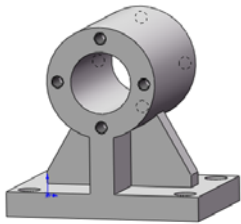
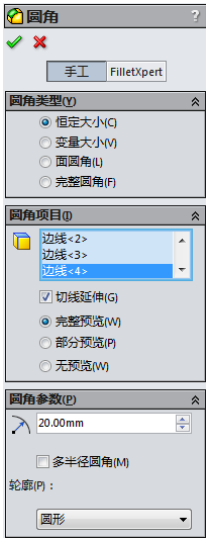
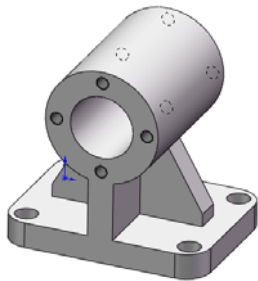

图 4-90 隐藏临时轴的图形
图 4-91 “圆角”属性管理器
图 4-92 圆角的图形
**34** 隐藏临时轴。在菜单栏中选择“视图”→“临时轴”命令，隐藏视图中的临时轴。结果如图 4-90 所示。
**35** 圆角处理。在菜单栏中选择“插入”→“特征”→“圆角”命令，或者单击“特征”工具栏中的“圆角”图标按钮，此时系统弹出如图 4-91 所示“圆角”属性管理器。在“半径”一栏中输入 20mm，在“边线、面、特征和环”一栏中用光标选择图 4-90 中底座的 4 条竖直边线。单击属性管理器中的“确定”按钮，结果如图 4-92 所示。